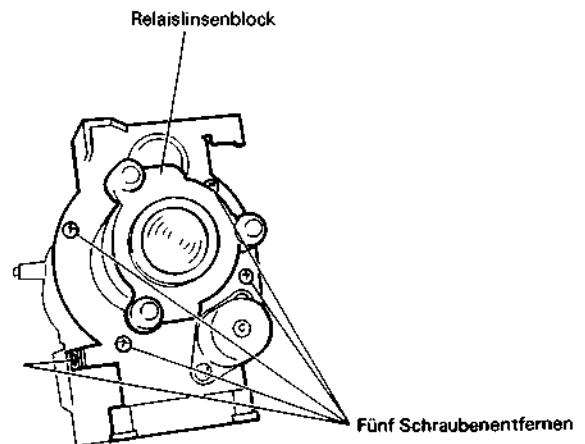

Abb. 2.119 Ausbau des Blendenblocks
Ausbau des Blendenblocks (Abb. 2.119, 2.120)
4. Die fünf (5) Befestigungsschrauben des Relaislinsenblocks entfernen (siehe Abb. 2.119).